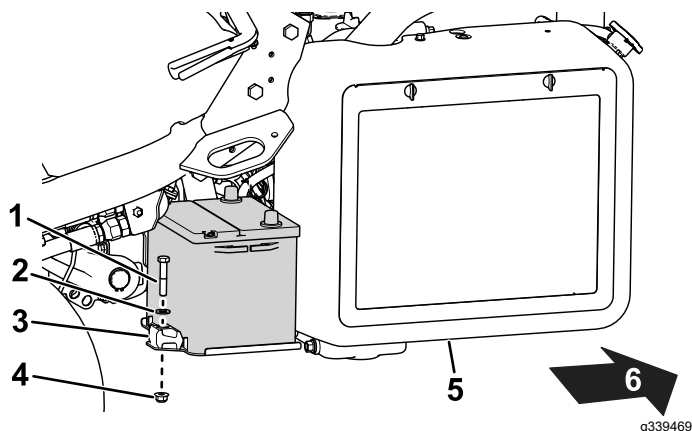

Bild 39
2. Entfernen Sie die Befestigungselemente, mit denen der Akku am Akkuträger befestigt ist (Bild 39), und heben Sie den Akku heraus.
- Setzen Sie den Akku auf den Akkuträger und befestigen Sie diese mit den zuvor entfernten Stangen und Befestigungselementen (Bild 39).